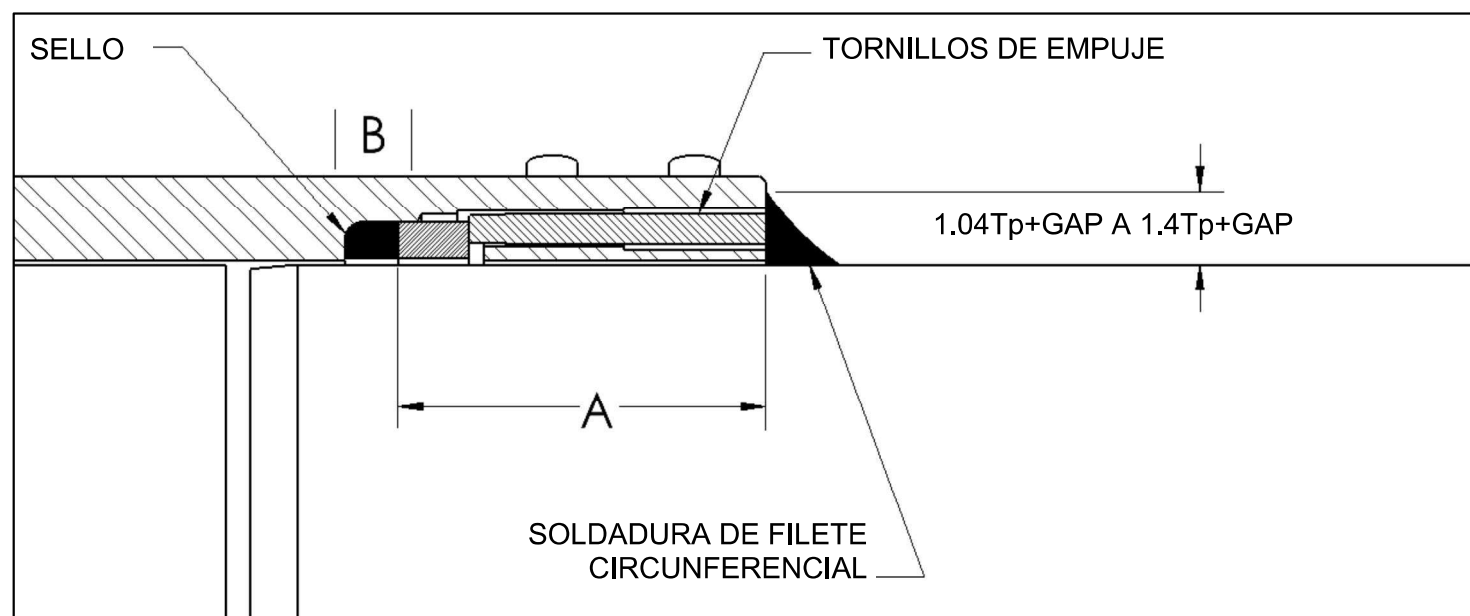

Figura 9
Durante la soldadura debe monitorearse la temperatura alrededor de los sellos. La dimensión "A", medida durante la instalación inicial, deberá utilizarse ahora para marcar la ubicación "B", como se muestra en la Figura 9. Para prevenir daños a los sellos, monitoree el calor generado por la soldadura o el precalentamiento, particularmente en la ubicación "B", usando crayones de temperatura o
1. Corte los tornillos de empuje para que queden a tope con el acoplamiento "PLIDCO Riser Weld+End". (Consulte la Figura 9)
2. Añada una soldadura de filete al extremo del acoplamiento "Riser Weld+End" alrededor de la circunferencia de la tubería, y selle el extremo de los tornillos de empuje cortados que no queden envueltos por la soldadura de filete. (Consulte la Figura 9)